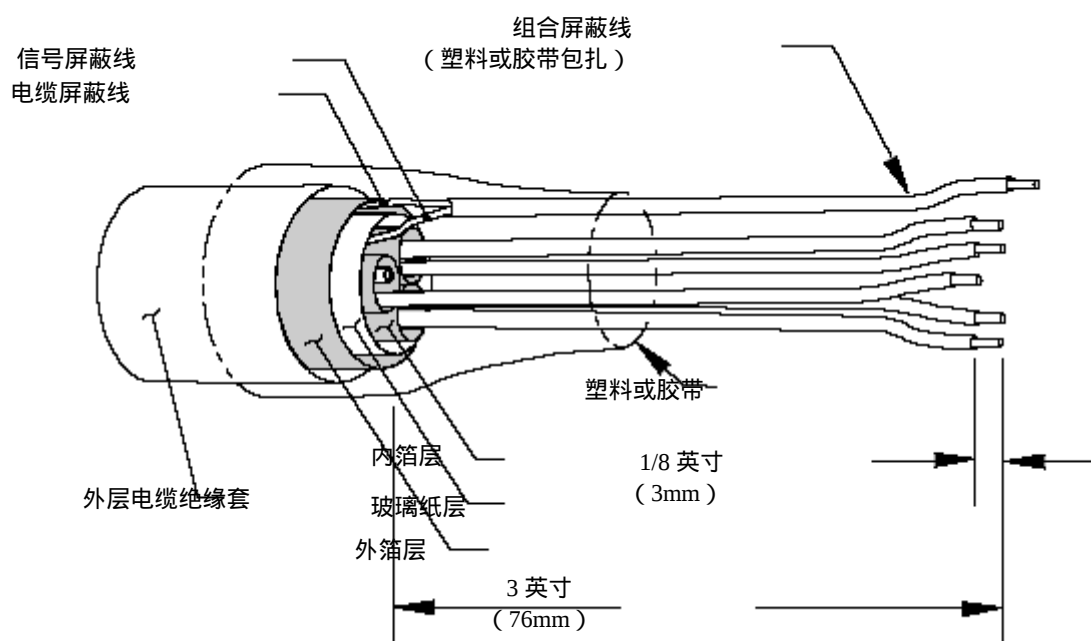

图2-6 标准终端详细说明 (CE 除外)
1. 参考图 2-6，将外层电缆的绝缘套、外箔层、玻璃纸层、内箔层及未使用的黑色线向后剥去 3 英寸（76mm），这样露出信号屏蔽线、电缆屏蔽线及 5 根有颜色的电线（红、绿、黄、白和蓝）。